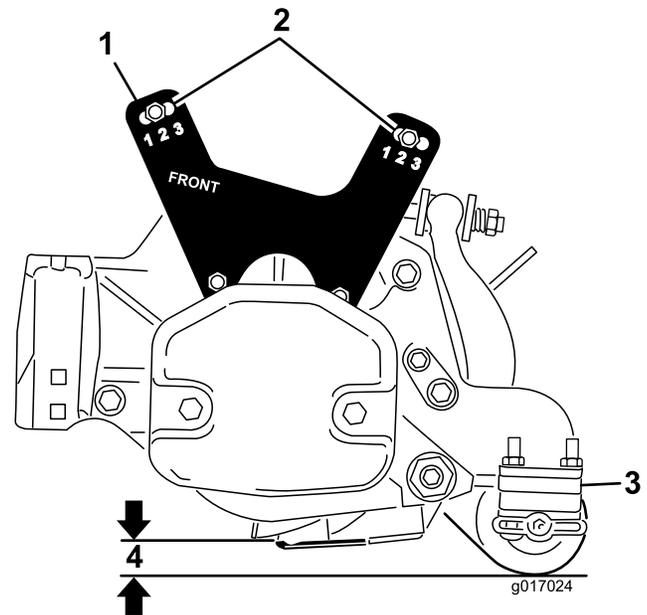

Bild 20
- Senken Sie das Mähwerk auf den Boden ab und messen den Abstand zwischen dem Boden und der Oberkante des Untermessers, siehe Bild 20